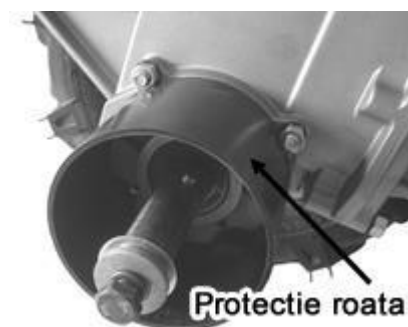

Figura 3
2. Asamblați protecția roții și strângeți șuruburile. Consultați Figura 3.